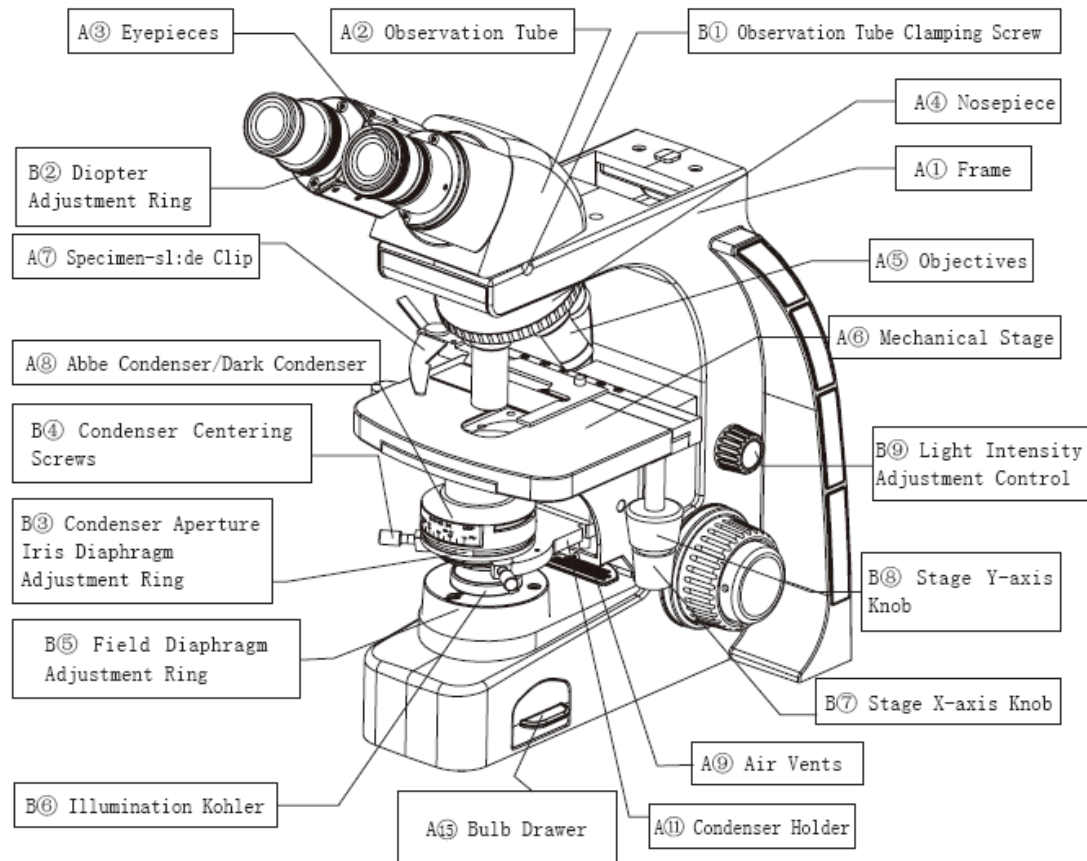
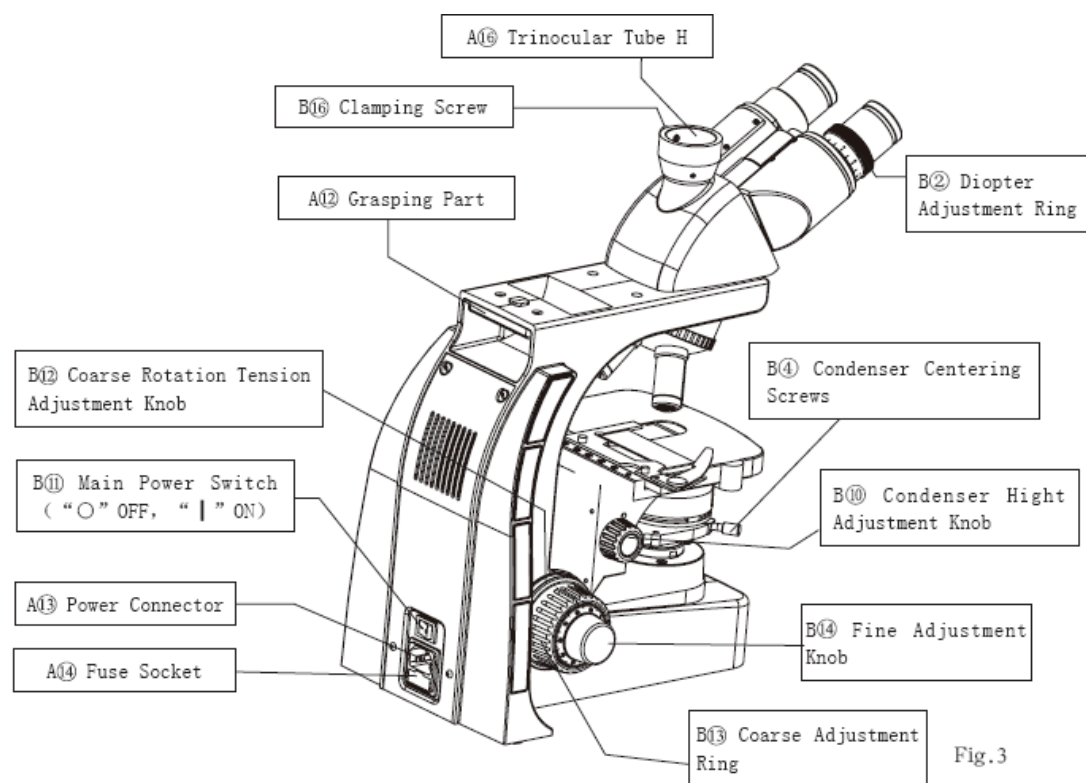
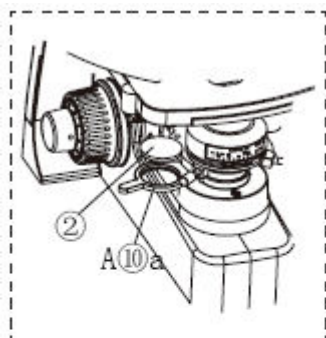
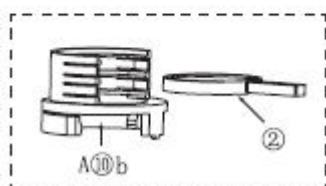

Fig.2
Fig.3
Fig. 6
Fig. 7
3.12 Nu introduceți niciodată obiecte metalice în orificiile de aerisire (Aske în Fig. 2) ale cadrului microscopului, deoarece acest lucru poate duce la șocuri electrice, vătămări corporale și deteriorări ale echipamentului.
Pentru a evita posibilele riscuri de șoc și arsuri la înlocuirea becului, setați comutatorul principal (B în Fig. 3) în poziția "O" (OPRIT). Deconectați apoi cablul de alimentare de la priza de perete. Ori de câte ori înlocuiți becul în timpul utilizării sau chiar după utilizare, lăsați carcasa și becul lămpii să se răcească înainte de a atinge.
a) Folosind șurubelnița Allen, slăbiți șurubul de fixare al tubului de observare (B① în Fig. 2) pe suportul tubului de observare.
2.2.4 Atașarea obiectivelor (Fig.2)
b) Înșurubați obiectivele în piesa frontală (A④ din Fig. 2) în ordinea de la putere redusă la putere mai mare.
a) Ridicați treapta în cea mai îndepărtată poziție prin rotirea butonului de ajustare grosieră (B13 din Fig.3) și coborâți suportul condensatorului în cea mai îndepărtată poziție prin rotirea
butonul de reglare a înălțimii condensatorului (B⑩ în Fig.3)
b) Slăbiți șuruburile de centrare ale condensatorului. (B④ în Fig.2)
c) Montați condensatorul dorit în coadă de coadă de pe suportul condensatorului (A11 din Fig. 2) și împingeți condensatorul până când știftul de poziționare al acestuia intră în canelura de poziționare a coardei de montare a suportului condensatorului.
b) Montați filtrul la suportul mobil al filtrului (Fig.6)
- b.1 Se amestecă suportul filtrului (A¹⁰ în Fig. 6) spre stânga din partea inferioară a suportului pentru condensator (A11 din Fig.2)
- b. Introduceți filtrul (2 din Fig. 6) în jos în suportul filtrului fără a vă înclina. Deplasați suportul (A¹⁰ în Fig. 6) înapoi în poziția din dreapta condensatorului în calea luminii.
- c) Montați filtrul la suportul filtrului. (Fig.7)
- c.1. Împingeți suportul filtrului (A¹⁰ în Fig.7) în jos și montați-l la iluminatul Kohler. (Bfa în Fig.2)
- c.2 Introduceți filtrul necesar (2 în Fig.7) în suport. Mai mult de un filtru poate fi stivuit în acest suport
3.2.1 Porniți alimentarea, reglați luminozitatea (Fig.2 & 3)
- Asigurați-vă că reglajul intensității luminii (Bife în Fig. 2) se află în poziția MIN (intensitatea minimă) și se comută întrerupătorul principal (B Fig.3) în poziția "I" (PORNIT).
3.2.2 Blocul de Focusare (Figs.3&8)